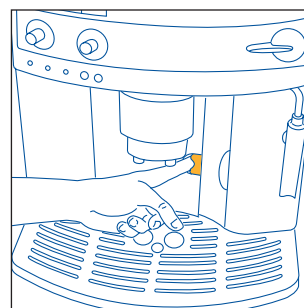
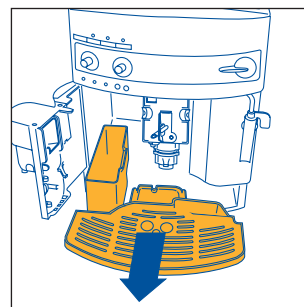

Fig. 15
Fig. 16
NOTA 7: la macchina conta il numero di caffè che vengono erogati. Ogni 14 caffè singoli (o 7 doppi), la spia 📶 si accende in modo fisso (cap. 12 punto 3) avvertendo che il contenitore fondi è pieno di pasticche ed è necessario svuotarlo e pulirlo. Finché non si fa la pulizia del cassetto fondi, la spia rimane accesa e la macchina non può fare il caffè. Per eseguire la pulizia aprire lo sportello di servizio sulla parte anteriore tirando l'apposita maniglia (fig. 15); si accende la spia ⚠️ lampeggiante (vedere par. 12 punto 9); estrarre quindi la vaschetta raccogliogocce (fig. 16), svuotarla e pulirla. Svuotare e pulire accuratamente il cassetto fondi avendo cura di rimuovere tutti i residui che possono essere depositati sul fondo. Asciugare anche le eventuali gocce di condensa che si sono depositate all'interno della macchina sotto la vaschetta raccogliogocce. **IMPORTANTE:** quando si estrae la vaschetta raccogliogocce è **OBBLIGATORIO** svuotare sempre il contenitore fondi caffè anche se è riempito poco. Se questa operazione non è effettuata può succedere che, quando si fanno i caffè successivi, il contenitore fondi si riempia più del previsto e che la macchina si intasi di pasticche esauste.
- aprire lo sportello di servizio (fig. 15);
- estrarre il vassoio raccogli gocce ed il contenitore dei fondi (fig. 16) e lavarli;